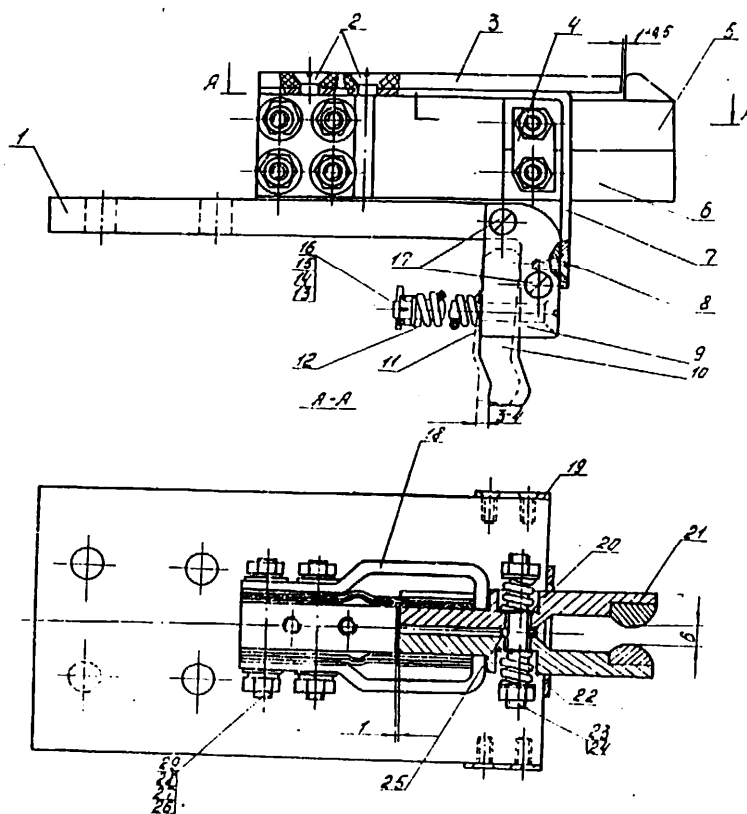

Рис.6. Неподвижный контакт:
05.2. Вывинтить винты 17 (рис.6) и снять щеки 9,19.